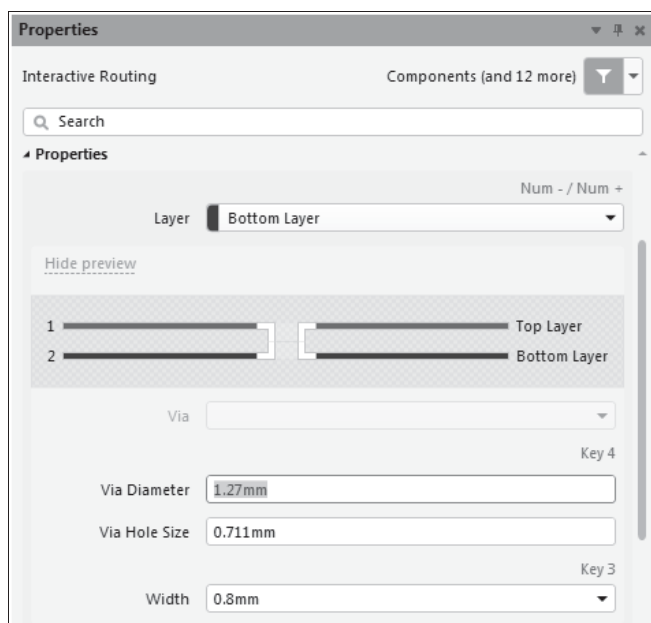

Рис. 6.16. Редактирование параметров переходного отверстия
- В ходе выполнения трассы печатного монтажа клавишей <\*> задать установку межслойного переходного отверстия. В момент появления переходного отверстия на экране автоматически активизируется панель **Properties** (рис. 6.16). В полях **Via Diameter**, **Via Hole Size** и **Width** отображаются, соответственно, диаметр площадки металлизации, диаметр отверстия и текущая ширина сегмента печатной трассы. «Горячими» клавишами <4> и <3> циклически перебирают-